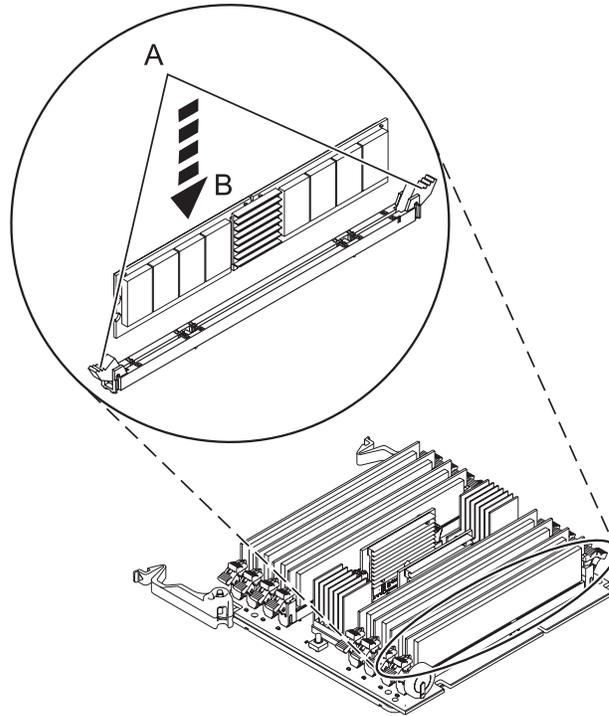

Figura 18. Sustitución de un módulo de memoria
11. Asegúrese de que los pasadores de fijación del conector (A) estén hacia afuera en la posición de desbloqueo, como se muestra en la Figura 18 en la página 36, antes de instalar un módulo de memoria nuevo.
12. Sostenga con cuidado el módulo de memoria (B) por los dos bordes y alinéelo con el conector.